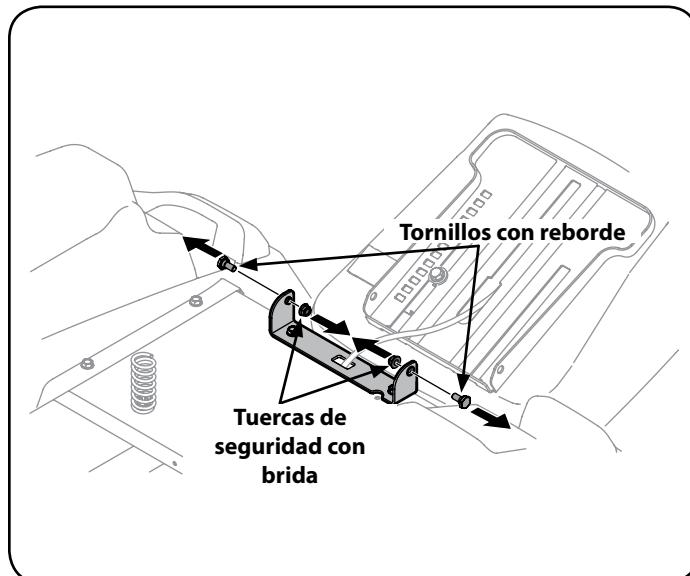

Figura 4
2. Quite los dos tornillos con reborde y las tuercas de seguridad con brida del contenedor del asiento tal como se muestra en Figura 4.